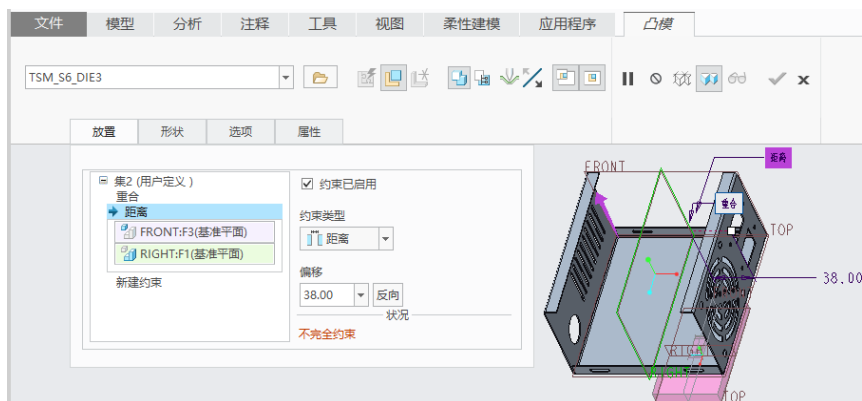

图 6-100 定义第 2 个约束
(5) 在“放置”面板中单击“新建约束”新建一个约束, 从“约束类型”下拉列表框中选择“距离”, 在参考零件中选择 FRONT 基准平面, 在盖板钣金件中选择 RIGHT 基准平面, 在“偏移”框中输入“38”, 如图 6-100 所示。